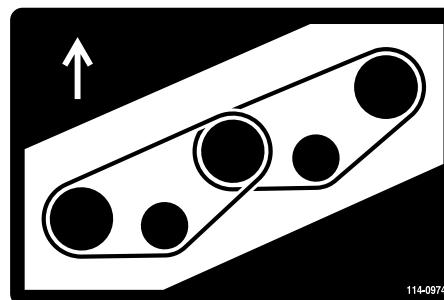
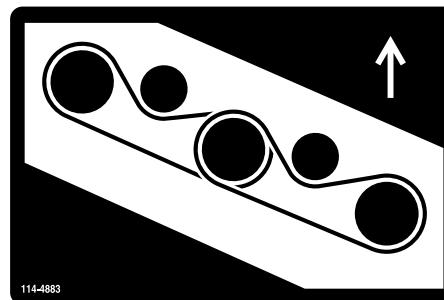

Figura 86
Figura 87
- Pase la correa nueva alrededor de las poleas de los ejes y del conjunto de la polea tensora, según se muestra en Figura 86 y Figura 87.